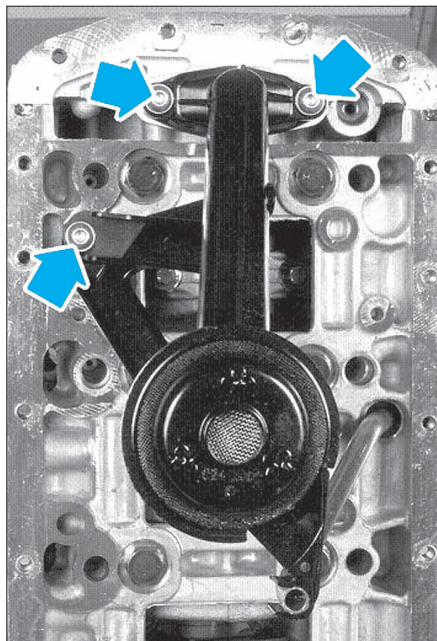

FIG. 26
- les vis de fixation de la crépine (Fig.26).